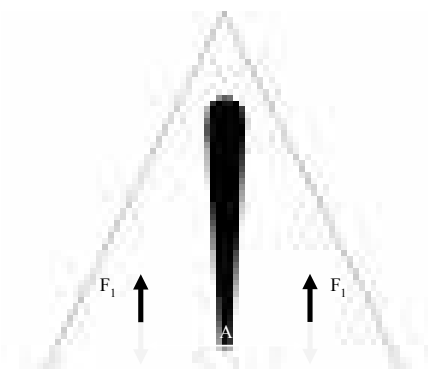

Bild 6.2 - Motor auf Betonbasis aufgestellt
Gemäß Bild 6.2 können können die Beanspruchungen des Fundamentes nach folgenden Gleichungen bestimmt werden:
- Betonbasis: allgemein werden Betonbasen zur Aufstellung von großen Motoren verwendet (siehe Bild 6.2);